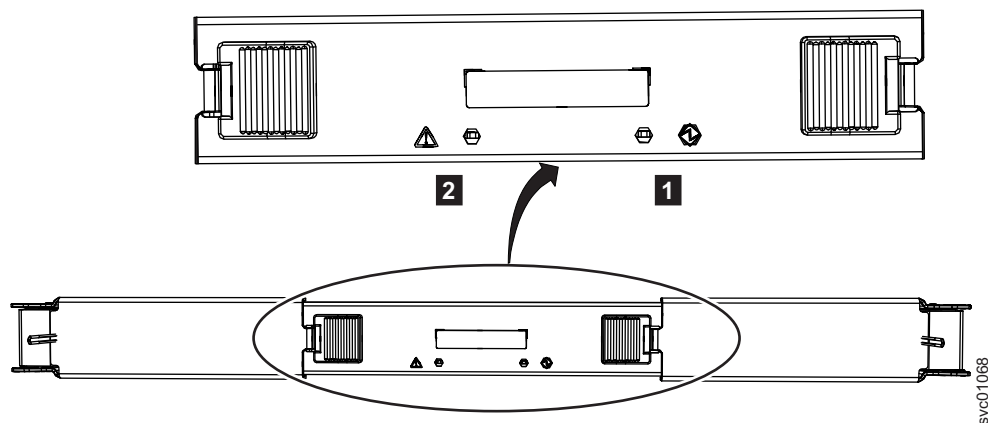

図 77. 2 次拡張モジュールの LED
2. 交換する 2 次拡張機構モジュールを識別します。図 77 は、2 次拡張機構モジュールの上部にある LED を示します。